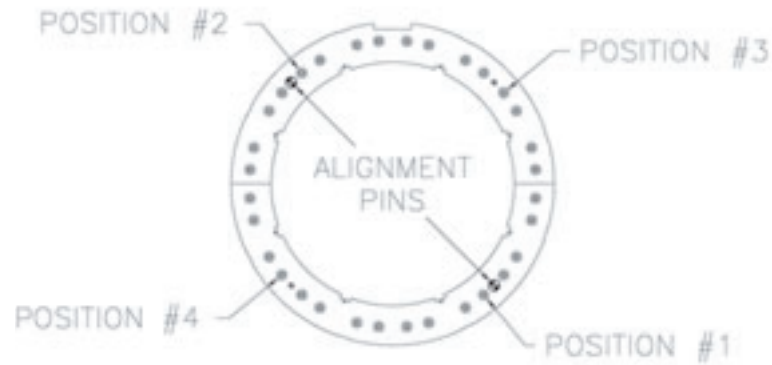

Figura 7-19. *Ajuste los rodamientos en orden en las posiciones mostradas.*
7. Identifique el rodamiento en la posición #1 (Figura 7-19). Usando una llave hexagonal de 3/16", gire el eje excéntrico en el **sentido del reloj** hasta que el rodamiento guía de engranajes se sienta totalmente asentado en la ranura.